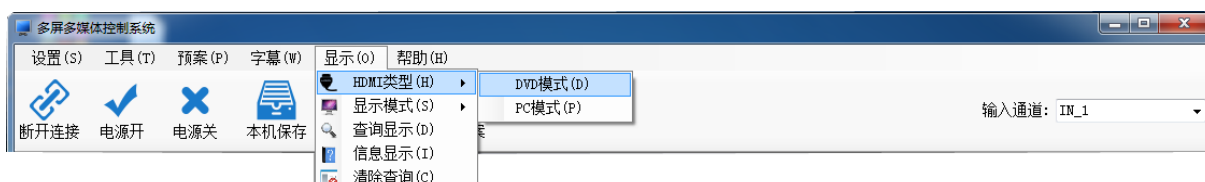

图 2.11.1 HDMI 类型的 DVD 模式、PC 模式
1) HDMI 类型：HDMI 类型包括 DVD 模式、PC 模式两种模式，点击使用 HDMI 类型两种模式，如图 2.11.1 所示。